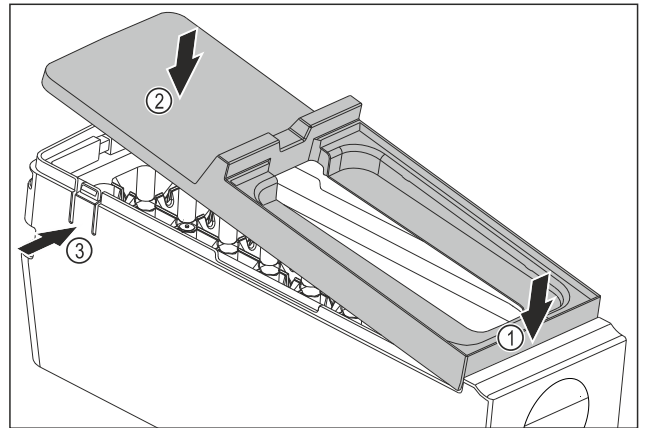

Fig. 296
- ▶ Abdeckung des EasyTwist-Ice-Korpus montieren: Abdeckung vorne ansetzen. Fig. 296 (1)
- ▶ Abdeckung hinten absenken. Fig. 296 (2)
- ▶ Abdeckung rastet hörbar in beiden Laschen Fig. 296 (3) ein.